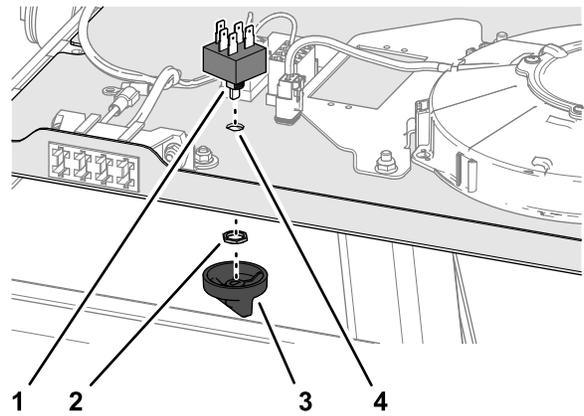

Figura 5
- Alinee la cara plana en el eje exterior del eje del interruptor del ventilador con el taladro en forma de D en el panel de interruptores (Figura 5).
- Inserte el eje del interruptor del ventilador a través del taladro en el panel y fije el interruptor con la contratuerca (Figura 5).
- Alinee el taladro en forma de D en el mando con la cara plana del eje interno del eje del interruptor del ventilador (Figura 5).
- Presione el mando en el interruptor hasta que el mando encaje totalmente (Figura 5).